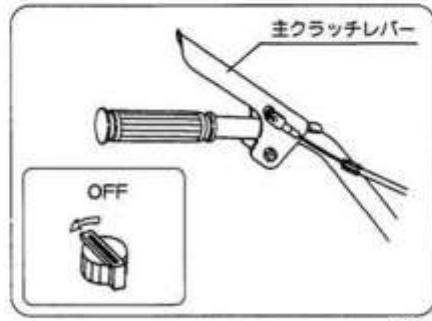

図13
デットマンクラッチを採用しておりますので、あぶないと思ったらクラッチレバーより左手を離してください。機械が停止します。機械が停止後、停止スイッチを【OFF】位置にしてください。エンジンが停止します。(図13)
- スロットルレバーをゆっくり【高速】位置にします。(図13)